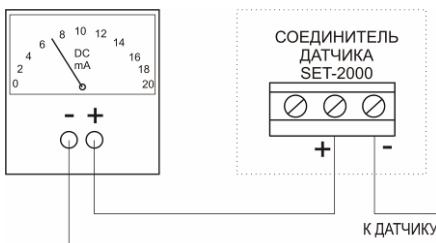

Рис. 5. Измерение напряжения датчика
3.3 Подключите миллиамперметр в соответствии с рис. 5 схемы датчика.